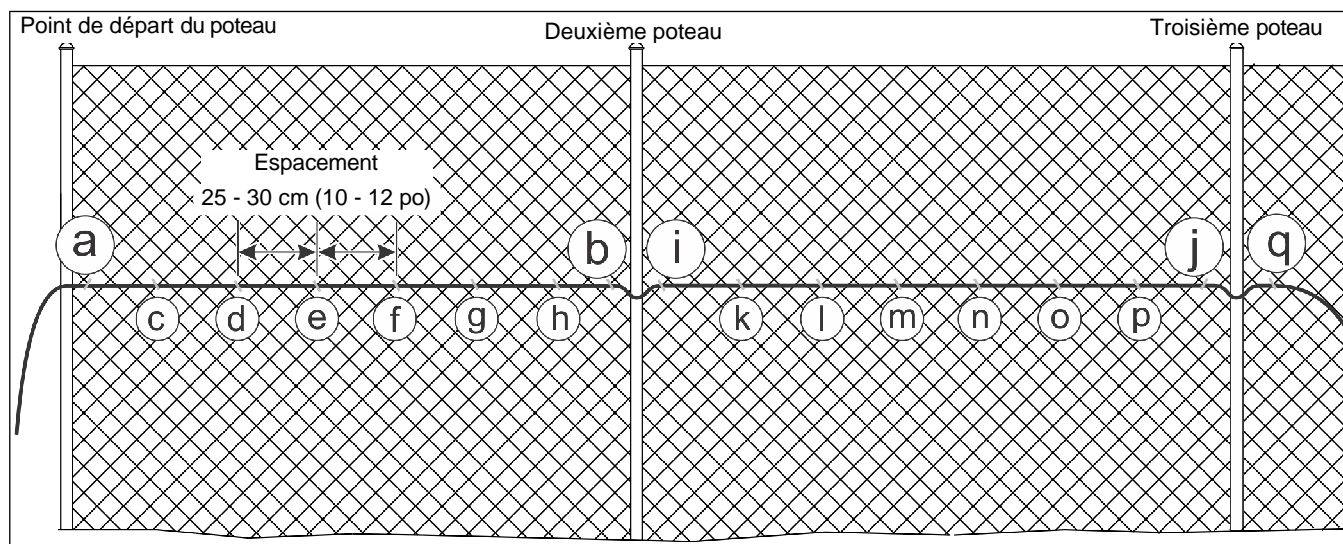

Figure 29 : Schéma de la procédure d'installation
2. En commençant par le point de départ, attachez le câble capteur au tissu de la clôture au point a (voir Figure 29 :). Laissez suffisamment de câble capteur supplémentaire à ce point pour installer un kit d'épissure ou pour connecter le câble capteur au processeur (reportez-vous au plan du site pour connaître l'emplacement d'installation du processeur).